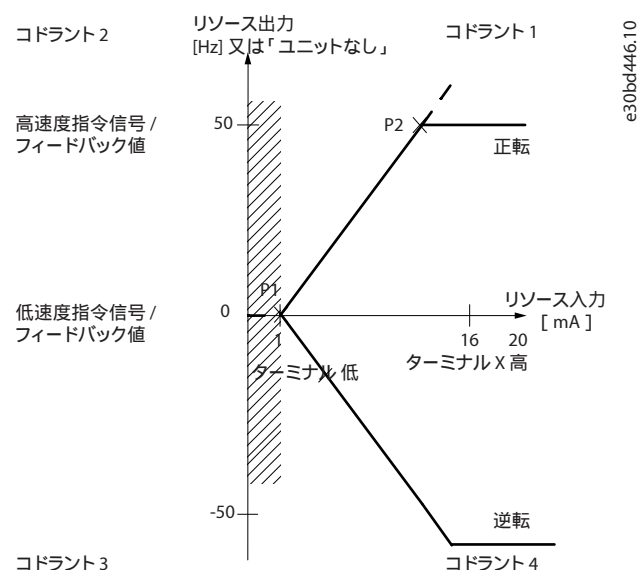

図 48: 不感帯のサイズ
- 最低指令信号値（関連パラメーターについては表 21を参照してください）、又は最大指令信号値のいずれかをゼロにする必要があります。つまり、P1 又は P2 のいずれかが図 48のグラフで X 軸上にある必要があります。
P1 又は P2 は、図 48に示すように、不感帯のサイズを定義します。